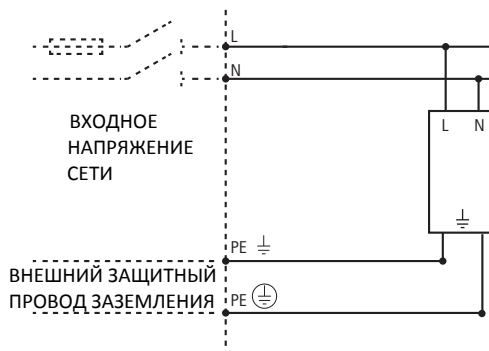

Рис. 4
- Только для международной версии.** См. рис. 4.